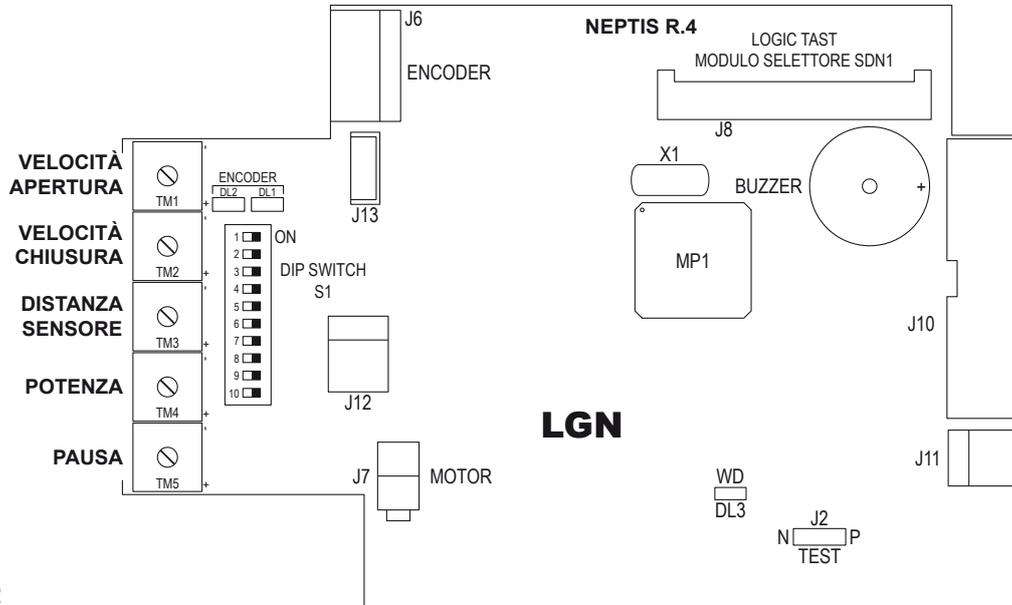

Fig. 2
**Nel kit del selettore DOORPROGB è presente la scheda di interfaccia "LOGIC TAST", che deve essere inserita nel connettore J8 (vedi fig. 2) per ottenere il funzionamento del selettore con la centralina BRINK.**